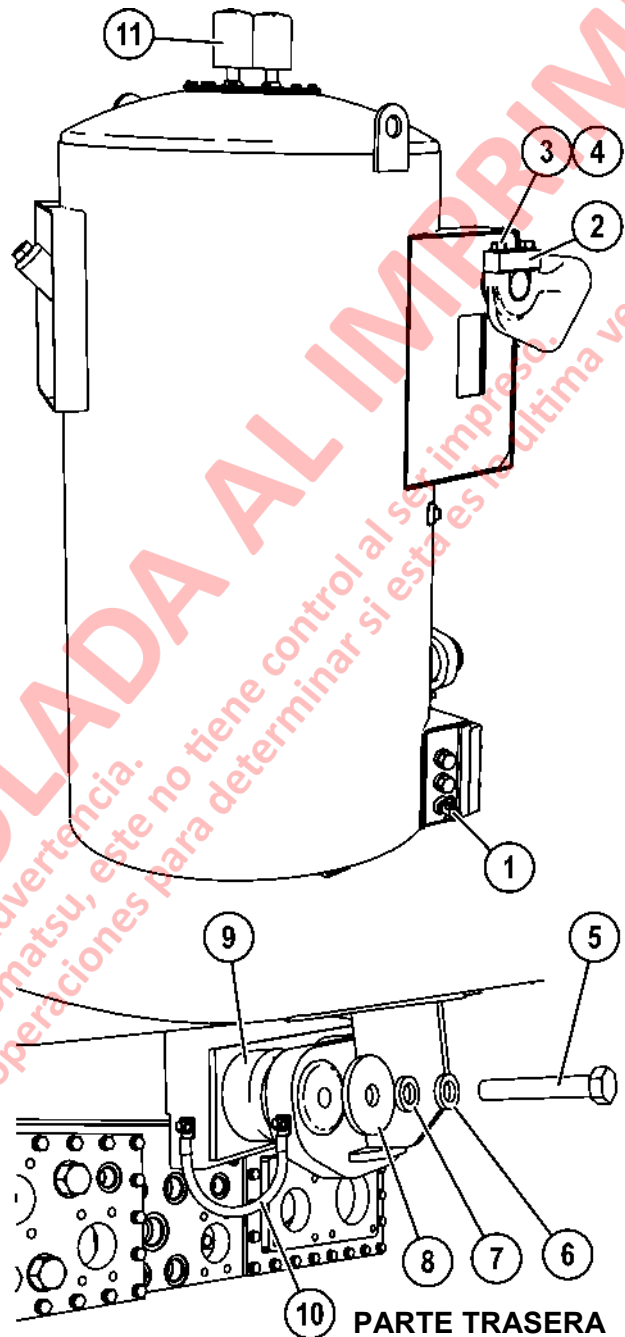

FIGURA 3-18. INSTALACIÓN TANQUE HIDRÁULICO
3. Drene el tanque hidráulico mediante el uso de la válvula de drenaje (1, figura 3-18) en la parte posterior del tanque.
Hay dos filtros respiraderos (11, Figura 3-18) ubicados en la parte superior del estanque hidráulico que permiten la entrada y salida de aire al estanque. Los filtros deben ser remplazados en el intervalo especificado en el cuadro de lubricación.